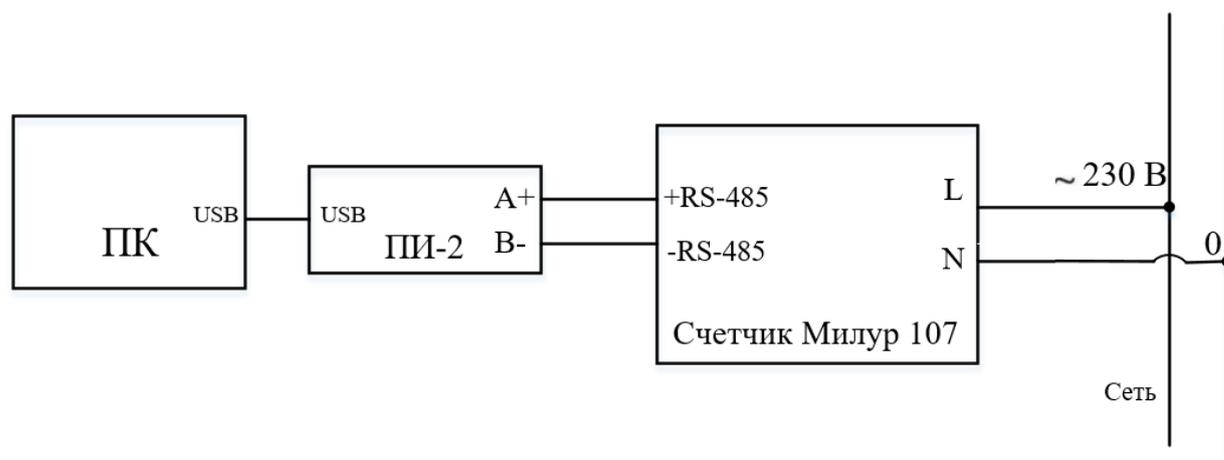

Рисунок 29 – Подключение счетчика к ПК через интерфейс RS-485 с помощью преобразователя интерфейсов ПИ-2
6.1.4 При соединении счетчика с ПК для конфигурирования, приоритетным является подключение через оптический порт согласно схеме рисунка 28, так как при этом не требуется производить специальных настроек и сеанс связи с подключенным счетчиком устанавливается через стандартный открытый COM - порт. Конфигурирование счетчика без специальных настроек возможно также при соединении со счетчиков через интерфейс RS-485 при помощи преобразователя интерфейсов ПИ-2 (рисунок 29).